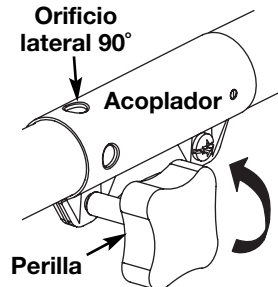
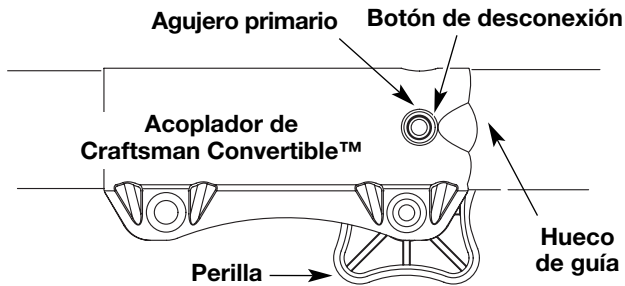
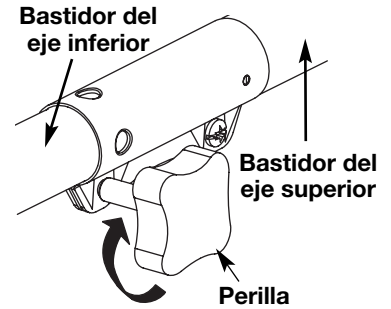

Fig. 15
Fig. 16
Fig. 17
2. Gire la perilla en sentido antihorario para aflojarla (Fig. 15).
3. Oprima y sostenga el botón de desconexión (Fig. 16) y gírelo con firmeza 90° en cualquier dirección (según el modo en que quiere recortar el borde) (Fig. 15).
4. Dé vuelta a la perilla a la derecha para trabar el acoplador (Fig. 17).
2. De vuelta a la perilla a la izquierda para aflojar el acoplador (Fig. 15).
3. Mientras que firmemente sostiene el accesorio, empújelo derecho en el acoplador hasta el botón liberador (Fig. 16) se encaja a presión hacia el agujero primario (Fig. 16). El agujero primario está en el lado opuesto del acoplador de la perilla (Fig. 16). La alineación del botón de desconexión con el hueco de guía facilitará la instalación (Fig. 16).
**PRECAUCIÓN:** Antes de operar esta unidad, cerciérese de que el botón de liberar esté completamente trabado en el agujero primario (Fig. 16), y que la perilla (Fig. 17) esté bien apretada.
3. Oprima y sostenga el botón de desconexión (Fig. 16).